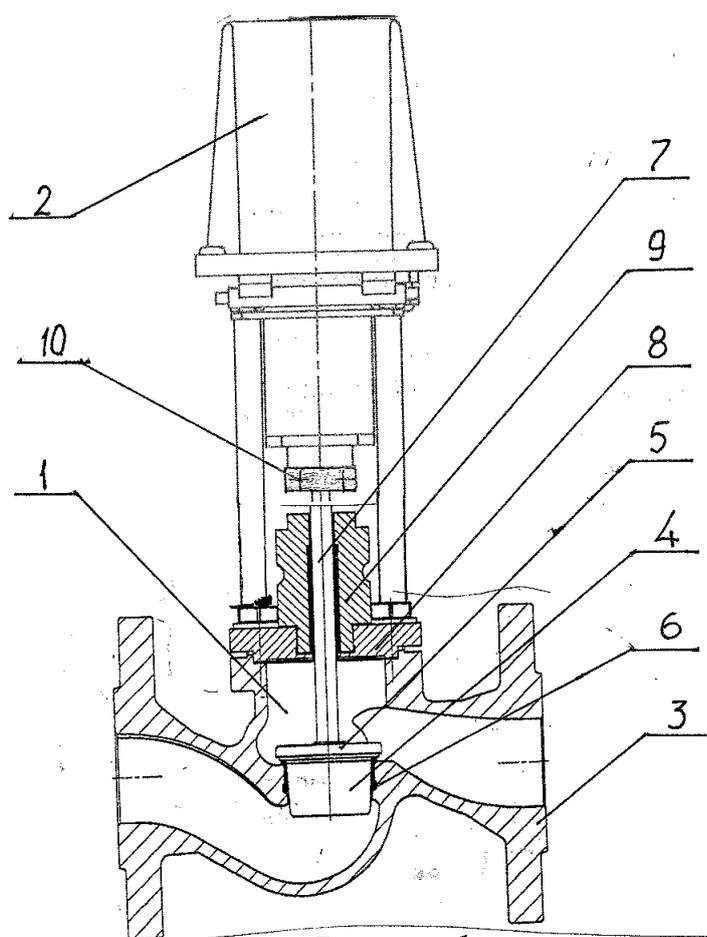

Рисунок 1
1.3.1 В состав ПКСП с ЭИМ ( см. рисунок 1) входят:
1.3.2 Клапанная часть ( см. рисунок 1) состоит из следующих основных деталей: корпуса 3 с присоединительными фланцами; плунжера 4 предназначенного для изменения и перекрытия проходного сечения; тарелки 5 с уплотнительным кольцом; седла 6 запрессованного в корпус; штока 7 который приводится в движение исполнительным механизмом; крышки 8 с уплотнительной прокладкой; гайки 9 с резиновыми кольцами для уплотнения штока и винтов 10 для крепления клапанной части к ЭИМ.
2.6.2 Полная разборка ПКСР с ЭИМ (см. Рисунок 1):